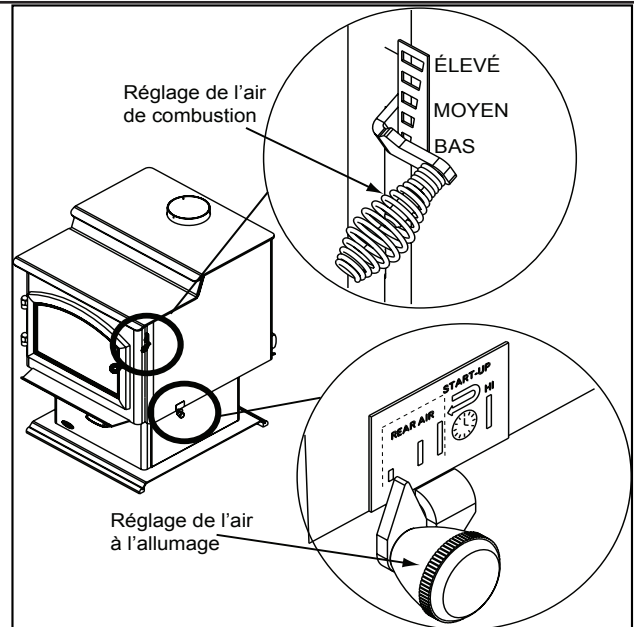

Figure 9.1
Ceci garantira un feu aussi propre que possible. Si les flammes s'éteignent, le taux de combustion est réglé à un niveau trop bas pour entretenir la combustion. Le réglage d'air situé dans l'angle supérieur droit sert à régler le taux de combustion. Il est appelé réglage de l'air de combustion. **Figure 9.1**
Cette admission d'air est située en haut sur l'avant de la boîte à feu, près du bord supérieur de la porte vitrée. Cet air préchauffé fournit l'oxygène nécessaire au mélange des gaz non brûlés pour créer une deuxième, troisième et quatrième combustion. Cet air est réglé par le réglage de l'air de combustion. Lorsque la commande est déplacée vers le haut, elle est sur le réglage maximum. Si elle est déplacée vers le bas, elle est sur le réglage minimum. **Figure 9.1**
Ouvrez entièrement les systèmes de réglage de l'air de combustion et de l'ACC. Pour le Réglage de l'air de combustion, poussez la poignée à ressort vers le haut. Pour le système de minuterie de l'ACC, poussez le bouton vers l'arrière de l'appareil jusqu'à ce qu'il soit situé sous la position élevée. **Figure 9.1**
Afin de maximiser la sortie de chaleur par le système de minuterie ACC, aussi connu comme brûlage élevé, poussez le levier de commande du réglage de l'air de l'ACC vers l'arrière de l'appareil et laissez-le ainsi. Ceci, combiné avec le levier principal du taux de combustion poussé vers le haut à la position la plus élevée, vous obtiendrez la plus grande quantité d'air nécessaire à obtenir la plus grande quantité de chaleur. **Figure 9.1**
- Activez ensuite le système de minuterie ACC en poussant le bouton en position élevée, complètement vers l'arrière de l'appareil, puis ramenez-le vers l'avant de l'appareil jusqu'à ce que le bouton s'arrête (**Figure 9.1 à la page 9**).